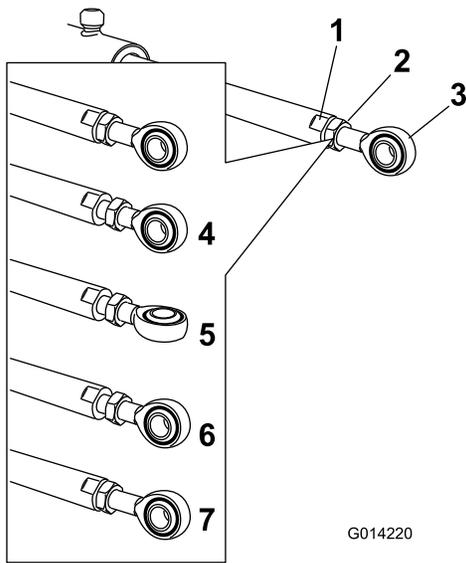

Figura 75
5. Coloque una llave plana sobre las zonas planas del émbolo del actuador para inmovilizarlo, luego afloje la contratuerca para poder manipular la varilla de ojal (Figura 75).
6. Gire la varilla de ojal en el émbolo del actuador para acortar o alargar el actuador extendido a la posición deseada (Figura 75).